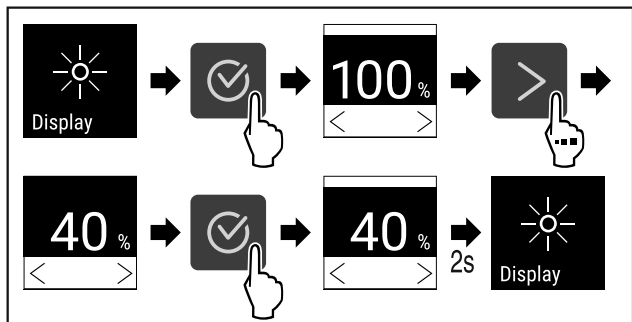

Fig. 82
- ▶ Følg anvisningene (se Fig. 82) .